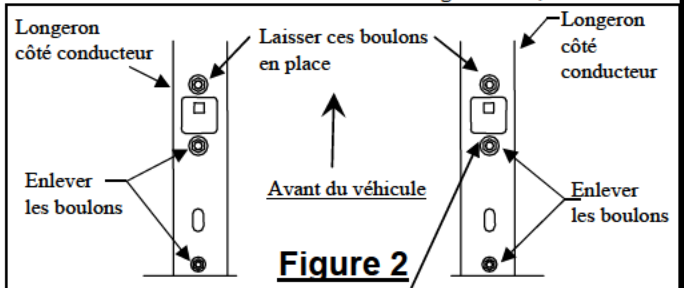

Figure 2
2. Remove existing bolts from frame rails as shown in Figure 2, (2) on driver's side, (2) on passenger's side and retain for hitch installation.
2. Enlever les boulons existants des longerons comme illustré à la figure 2, deux (2) du côté conducteur, deux (2) du côté passager, et les conserver pour l'installation de l'attelage.